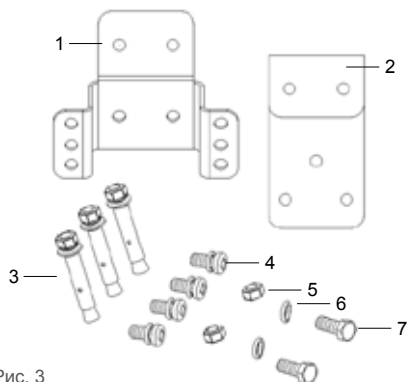

Рис. 3
2. Достаньте крепежный комплект (рис.3).